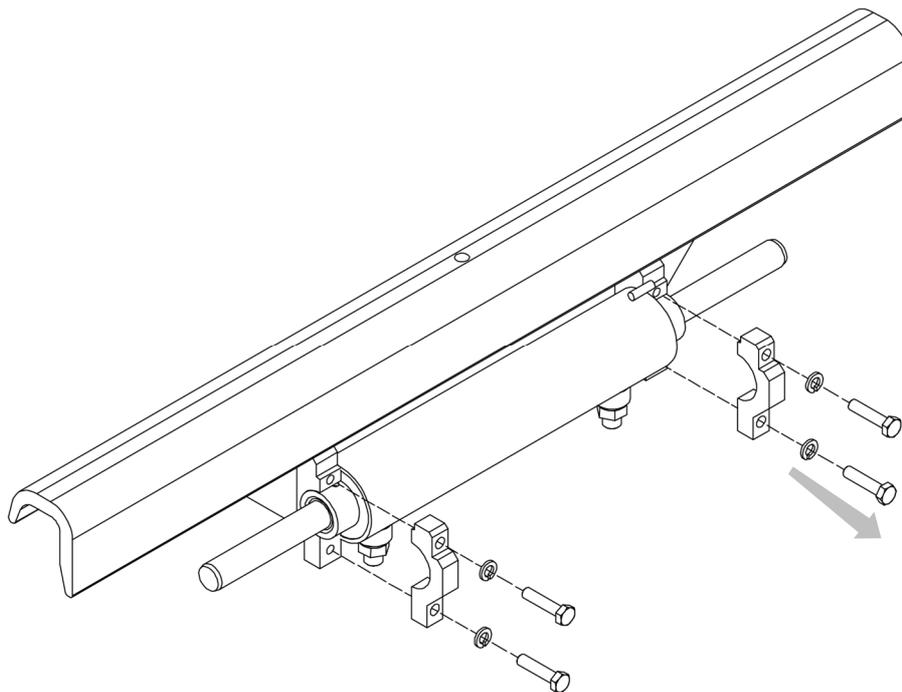

Abbildung 31
4. Beachten Sie dazu *Abbildung 31*.